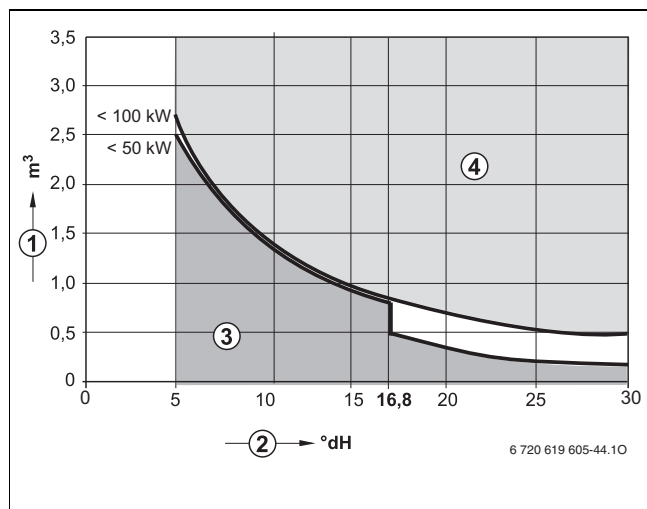

Bild 7 Krav på påfyllningsvattnet separata enheter upp till 100 kW
- Använd endast obehandlat ledningsvatten (följ anvisningarna i diagrammet på bild 7).
Diagrammet på bild 7 används för att kontrollera de tillåtna vattenmängderna beträffande påfyllningsvattens kvalitet.
- Om den erforderade volymen påfyllningsvatten är större än vattenvolymen under livslängden (→ bild 7), är vattenbehandling nödvändig. Använd endast kemikalier som är godkända av Milton som vattenbehandlingsmedel och motsvarande.